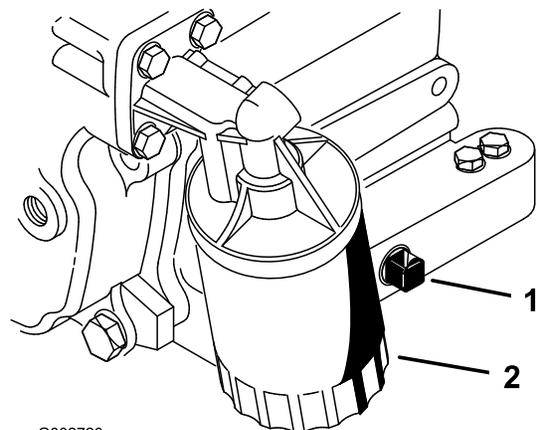

Figure 26
2. Retirez le bouchon de vidange (Figure 26) et laissez couler l'huile dans un bac de vidange. Remettez le bouchon quand la vidange est terminée.
- Déposez le filtre à huile (**Figure 26**).